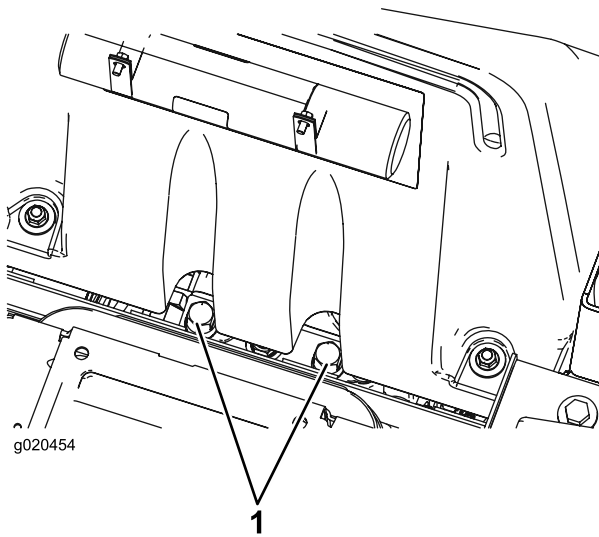

Figure 31
1. Soulevez le siège et localisez les vannes de dérivation qui sont situées sous l'avant du réservoir de carburant (Figure 31).